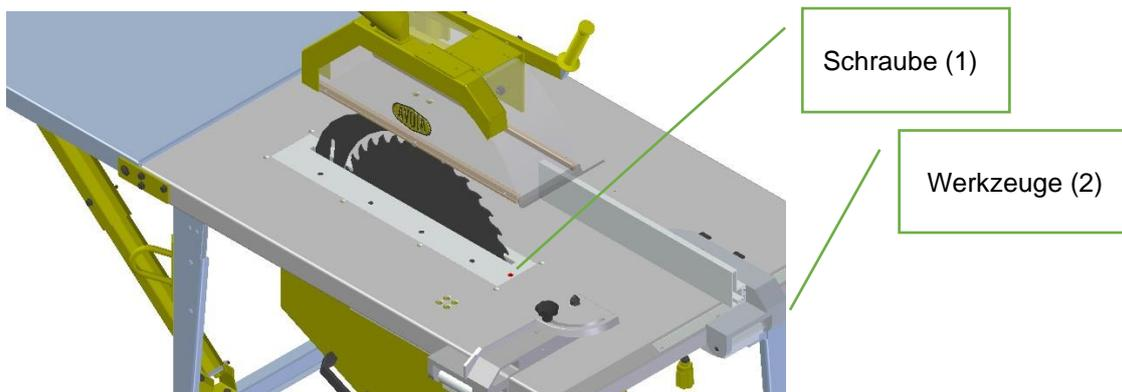

Abbildung 4
- die hierzu benötigten Werkzeuge befinden sich seitlich (2) an der Maschine
- Schraube (1) lösen und Tischeinlage herausnehmen (siehe Abbildung 4)